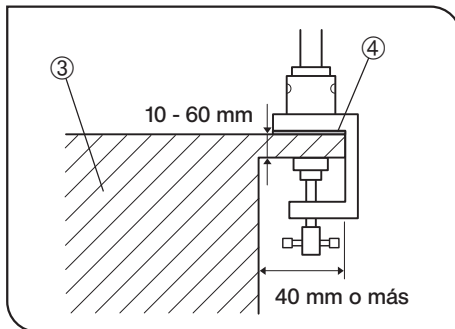

Fig. 4
1. Instale el soporte sobre una mesa sólida ③ con un grosor de 10 a 60 mm y un canto con una longitud de 40 mm o más. (Fig. 4)
4. Si las oscilaciones internas suponen un problema, inserte la lámina de goma suministrada ④ bajo el soporte. (Fig. 4)